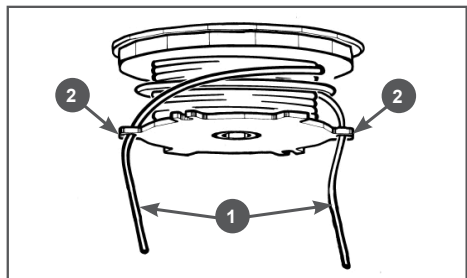

Рис. 12 Фиксация концов корда
4. Зафиксируйте концы 1 корда (длиной примерно 10-15 см) в специальных пазах 2 на катушке (Рис.12).